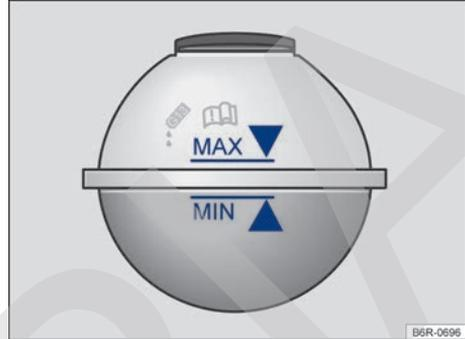

Fig. 136 En el compartimento del motor: marca en el depósito de expansión del líquido refrigerante del motor.
- Con el motor frío, comprobar el nivel del líquido refrigerante del motor por la marca lateral del depósito → fig. 136.
- El nivel del líquido refrigerante del motor debe permanecer dentro de la marca del depósito → fig. 136. **¡No complete por encima de la marca “máx”** →
- Agregue líquido refrigerante del motor sólo hasta la marca “MAX” → fig. 136. De lo contrario, al calentarse, el líquido excedente sería expulsado del sistema de refrigeración del motor y podrá causar daños.